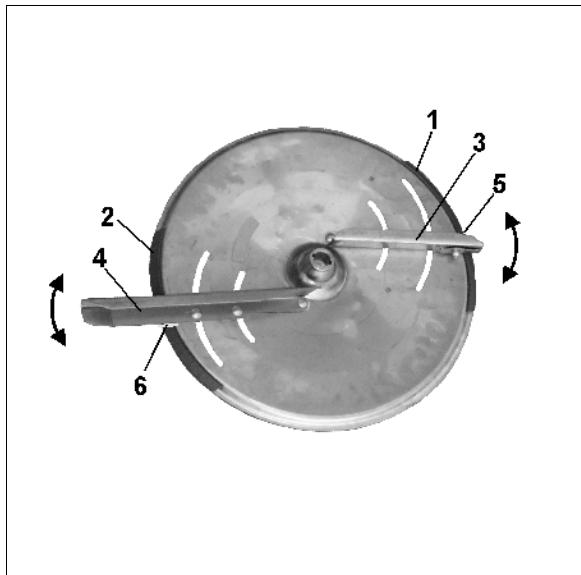

Рис. 29
Для точной настройки положения отдельных распределяющих лопастей без применения инструментов на распределяющих дисках расположены различные шкалы, которые невозможно перепутать (Рис. 29/1 и Рис. 29/2).
**Более коротким распределяющим лопастям (Рис. 29/3) относится шкала (Рис. 29/1) со значениями от 5 до 28, а более длинным распределяющим лопастям (Рис. 29/4) - шкала (Рис. 29/2) со значениями от 35 до 55.**
**Перемещение распределяющих лопастей на более высокое значение шкалы (Рис. 29/1 и Рис. 29/2) увеличивает ширину захвата.**
- Найдите деление для положения **короткой** распределяющей лопасти на шкале (Рис. 29/1).
- Грань с делениями для считывания (Рис. 29/5) **короткой** лопасти (Рис. 29/3) переместите на значение шкалы, и снова затяните барашковую гайку.
- Найдите деление для положения длинной распределяющей лопасти на шкале (Рис. 29/2).
- Грань с делениями для считывания (Рис. 29/6) **длинной** лопасти (Рис. 29/4) переместите на значение шкалы, и снова затяните барашковую гайку.